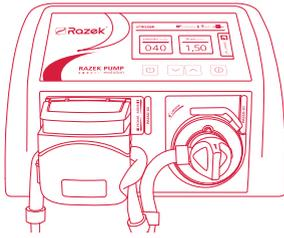

Figura 19 - Tubo de silicone torcido.
**ATENÇÃO:** Não torça o tubo de silicone (Figura 19).